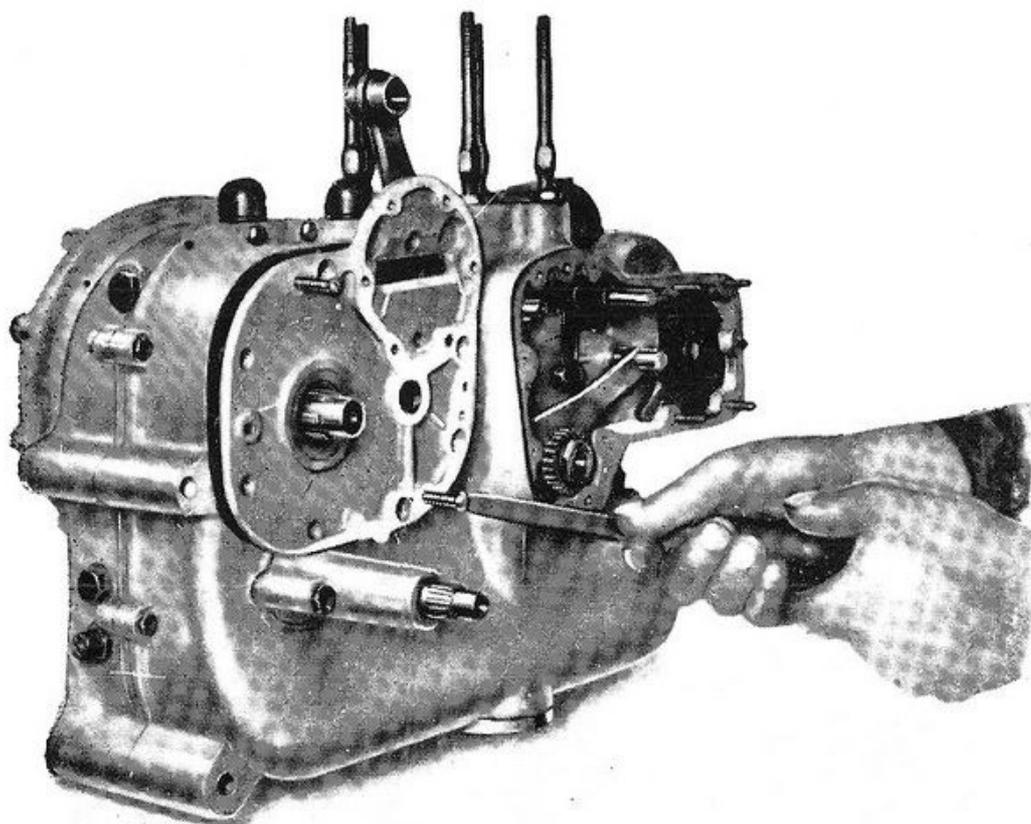

Fig. 11 - Smontaggio coperchio del cambio
**a)** Togliere il coperchio del selettore svitando le viti di fissaggio; **b)** togliere la briglia di sicurezza al pignone catena svitando la vite di fissaggio, indi il pignone stesso svitandone il dado di bloccaggio con l'attrezzo N. 5920 (vedi figg. 9/10); **c)** togliere il coperchio cambio (lato destro) svitando viti e dadi di fissaggio. Per questa operazione si può usufruire, a mò di estrattore, di due viti del coperchio stesso avvitate in due fori maschiati (vedi fig. 11); **d)** togliere l'albero secondario del cambio, e le forcelle comando ingranaggi scorrevoli, sfilandone il perno, e gli ingranaggi del cambio tranne l'ingranaggio fisso di 1a velocità e lo scorrevole di 2a.